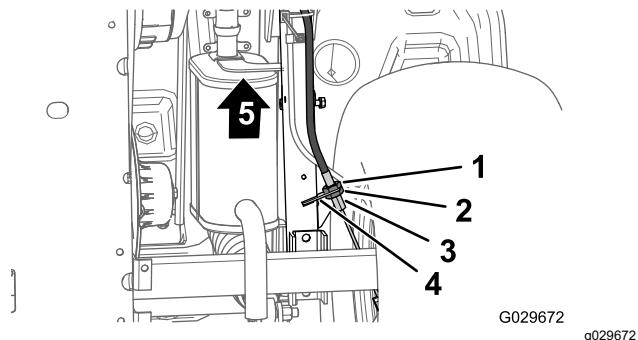

Figure 50
3. Au bas de la machine, desserrez de 4 tours l'écrou de blocage arrière du dispositif de réglage fileté sur le câble de frein de stationnement (Figure 50).
4. Resserrez l'écrou de blocage avant (Figure 50).
- A. Desserrez d'un tour l'écrou de blocage avant (Figure 50) du dispositif de réglage fileté du câble de frein de stationnement.
- B. Resserrez l'écrou de blocage arrière (Figure 50).
- A. Desserrez d'un tour l'écrou de blocage arrière (Figure 50) du dispositif de réglage fileté du câble de frein de stationnement.
- B. Resserrez l'écrou de blocage avant (Figure 50).